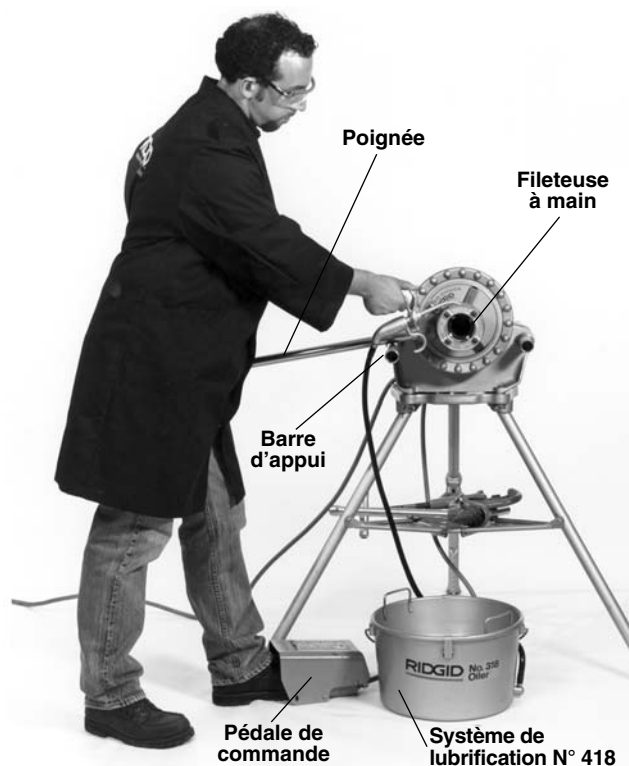

Figure 8 – Filetage à l'aide d'une fileteuse à main
8. Positionnez la pédale de commande de manière à pour contrôler l'appareil, ses outils et le tuyau en toute sécurité. Comme indiqué à la (*Figure 8*), la pédale doit permettre à son utilisateur de:
3. Tenez-vous en position de travail appropriée (*Figure 8*). Cela vous permettra de maintenir votre équilibre et de contrôler l'appareil et les outils en toute sécurité.
9. Retirez votre main droite de la tête de filière et lubrifiez copieusement le tuyau d'huile pendant l'opération de filetage (Figure 8).